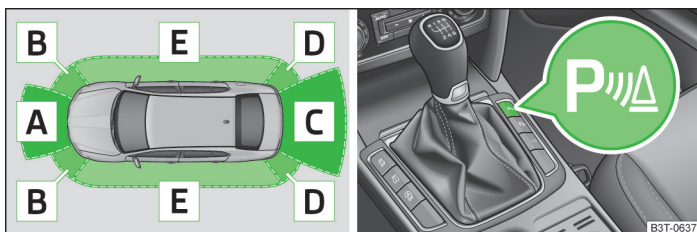

Fig. 132 Alcance de los sensores / tecla de sistema
- Si tras la activación del sistema se emite un sonido de aviso durante 3 segundos y en la proximidad del vehículo no se encuentra obstáculo alguno, existirá entonces una avería del sistema. La avería se señala adicionalmente mediante el parpadeo del símbolo  en la tecla » fig. 132 de la página 163. Buscar la ayuda de un taller especializado.
Zona » fig. 132	Alcance de los sensores ^{a)}
En el caso de los vehículos con dispositivo de enganche para remolque montado de fábrica sólo son activas las zonas y » fig. 132 del sistema.
El sistema se activará automáticamente al aplicar la **marcha atrás** o pulsando la tecla de símbolo » fig. 132 de la página 163. En la tecla se enciende el símbolo , la activación se confirma con una breve señal acústica.